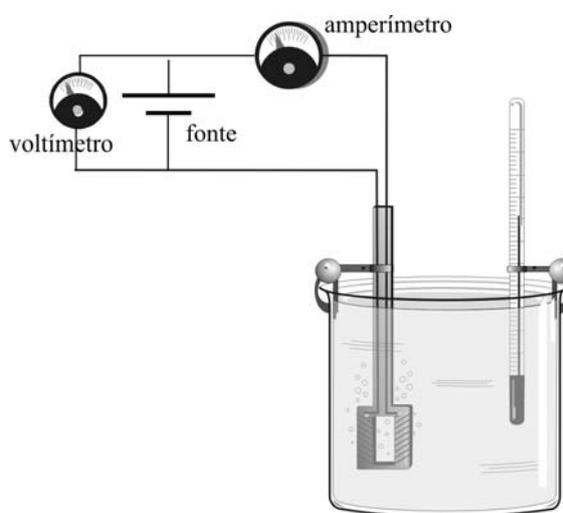

FIGURA 1 - Esquema experimental para se medir a capacidade térmica C_S do sistema calorímetro + água
- Monte o circuito esquematizado na Figura 1. Peça ao professor que confira as ligações. Valores da tensão elétrica a ser utilizada e a corrente correspondente devem estar indicados na montagem.